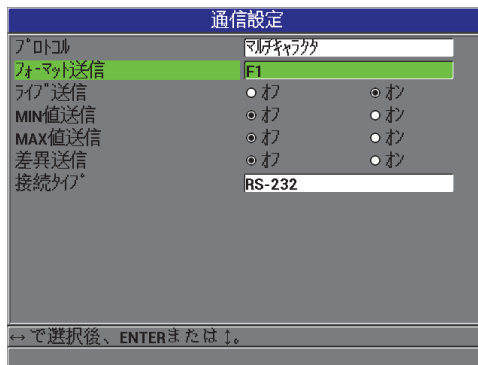

図 6-4 通信設定画面 – RS-232
1. 測定画面で、[設定メニュー] を押した後、通信を選択して、通信設定画面を表示します（116 ページ図 6-4 参照）。